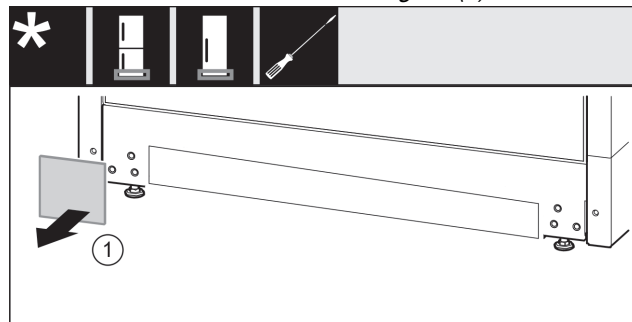

Fig. 24
- ▶ Retirer le cache. Fig. 24 (1)